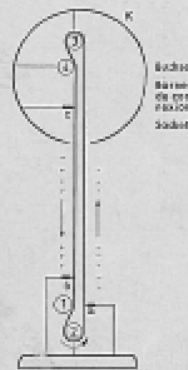

Fig. 2
2. Fonctionnement et connexion (Fig. 2)